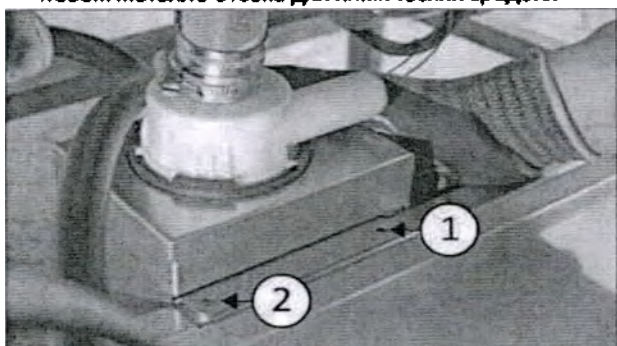

Рис. 7.2
2) Установите сливной насос, следя за тем, чтобы отверстия для винтов (1 и 2 Рис. 7.2) правильно совпадали с отверстиями в нижнем металле отсека для химических средств.